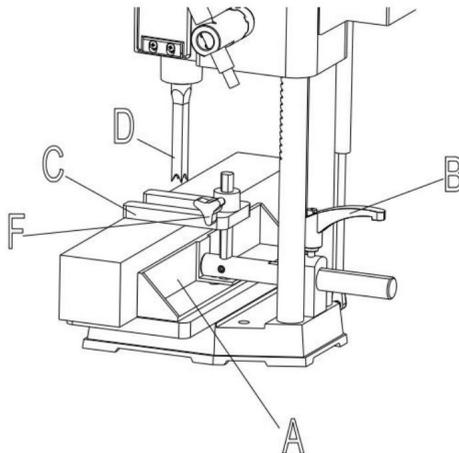

Abb. 10
Der Anschlag (A) Abb. 10 kann durch Lsen des Hebels (B) nach innen oder auen verschoben werden. in die gewnschte Position und ziehen Sie den Hebel (B) fest. HINWEIS: Der Hebel (B) ist federbelastet und kann neu positioniert werden, indem man den Hebel herauszieht und ihn auf der gezahnte Mutter unterhalb des Hebels.